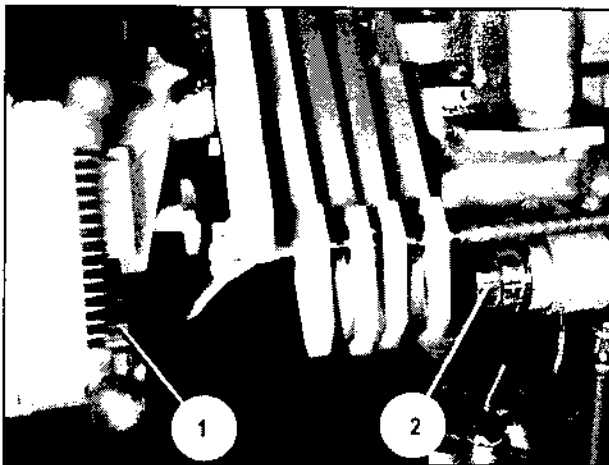

Bild 39
11. Schutzkappen von RF-Einheit FM 1000 (Bild 39/1) und Vielfachkabel (Bild 39/2) abschrauben. Vielfachkabel an die RF-Einheit FM 1000 anbauen.